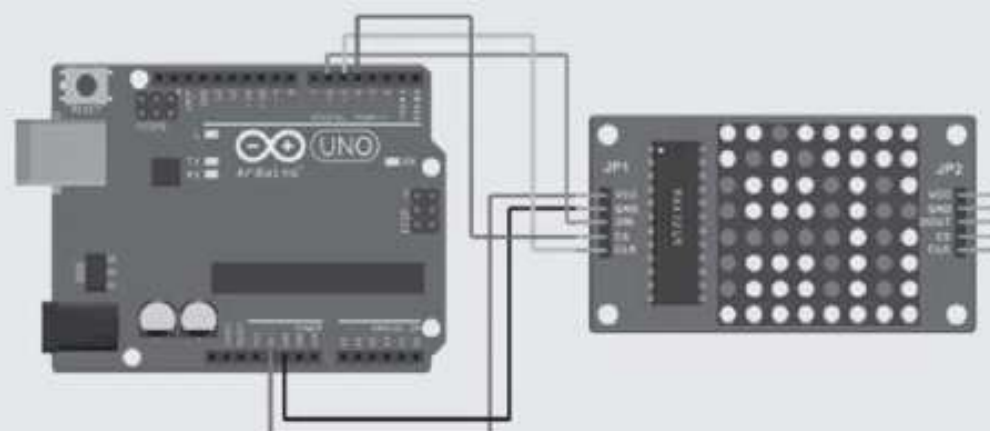

Figura 7.11 – Utilização da matriz de LEDs.
3. Em uma matriz de LEDs (Figura 7.11), mostre as letras do seu primeiro nome com intervalo de um segundo entre uma letra e outra.